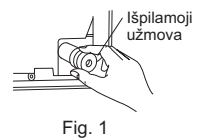

Fig. 1
- Sudėkite šaltnešio vamzdelius kartu su išpilamąja žarnele ir po to nuo galo apvyniokite fetrine juostele (4).
- Vidinio įrenginio galinėje dešinėje pusėje ištraukite išpilamąją užmovą. (Fig. 1)